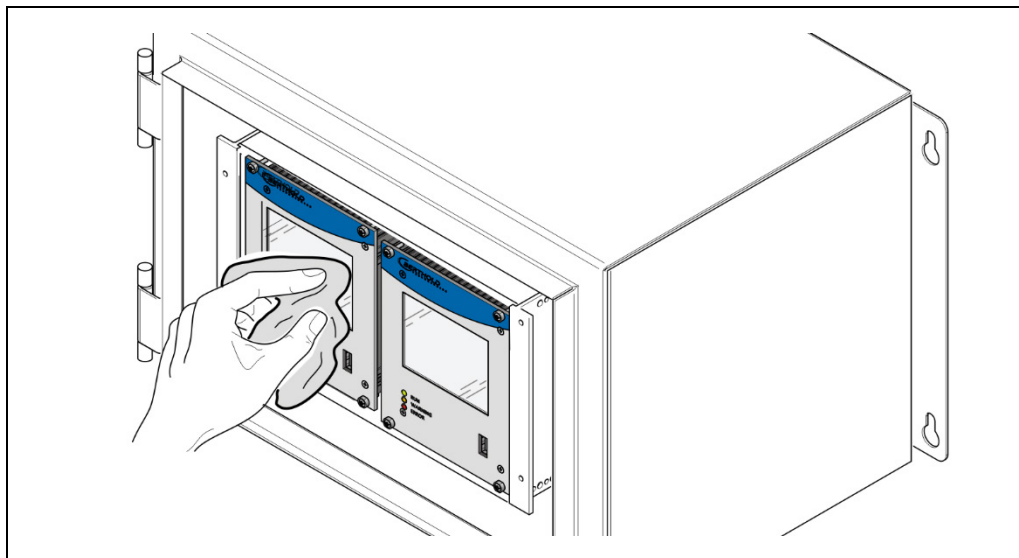

Abb. 115 Reinigung Display
2. Lösen Sie die vier Sicherungsschrauben (Abb. 115, Pos. 1) und ziehen Sie die Master-AWE aus dem Wandgehäuse bzw. dem Baugruppenträger.
3. Lösen Sie die vier versenkten Schrauben an der Vorderseite der AWE (Abb. 115, Pos. 2).
4. Ziehen Sie das Gehäuse (Abb. 115, Pos. 3) vorsichtig ab.
5. Entfernen Sie die Schutzabdeckung der Sicherung (Abb. 115, Pos. 4)
6. Entfernen Sie die Sicherung (Abb. 115, Pos. 5, 7).
9. Verschrauben Sie das Front-Panel mit vier Schrauben (Abb. 115, Pos. 2) mit dem Gehäuse.
11. Ziehen Sie alle Sicherungsschrauben (Abb. 115, Pos. 1) an.